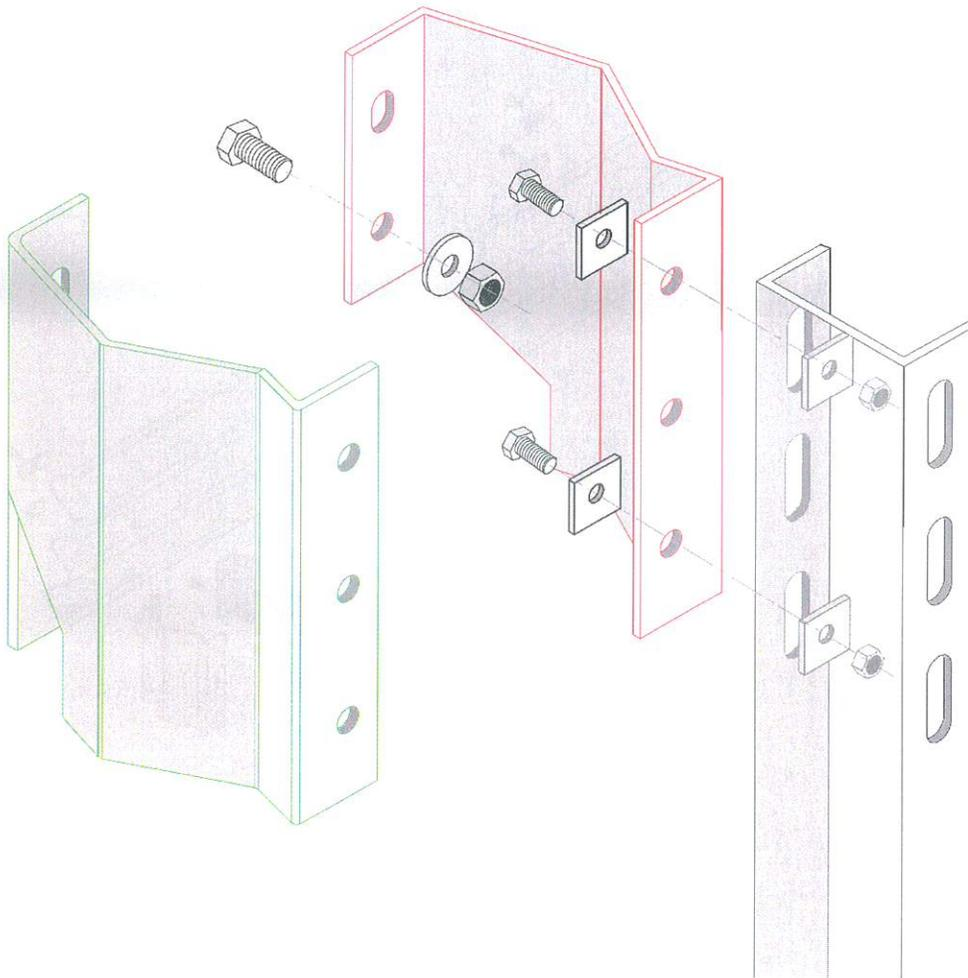

IMAGEN 4, Unión separador con poste.
Una vez realizada la unión del separador, se realizará la unión del separador con el poste, esto se realizará con dos (2) tornillos hexagonales M10 X 40 (barreno superior e inferior), la cabeza del tornillo se posiciona por dentro de los separadores, se colocarán dos arandelas cuadradas 40x40x5 por tornillo, una detrás de la cabeza del tornillo y otra por delante de la tureca M10 al torque de 40 ± 10 N.m. como se muestra en la **IMAGEN 4, Unión de poste con separador.**